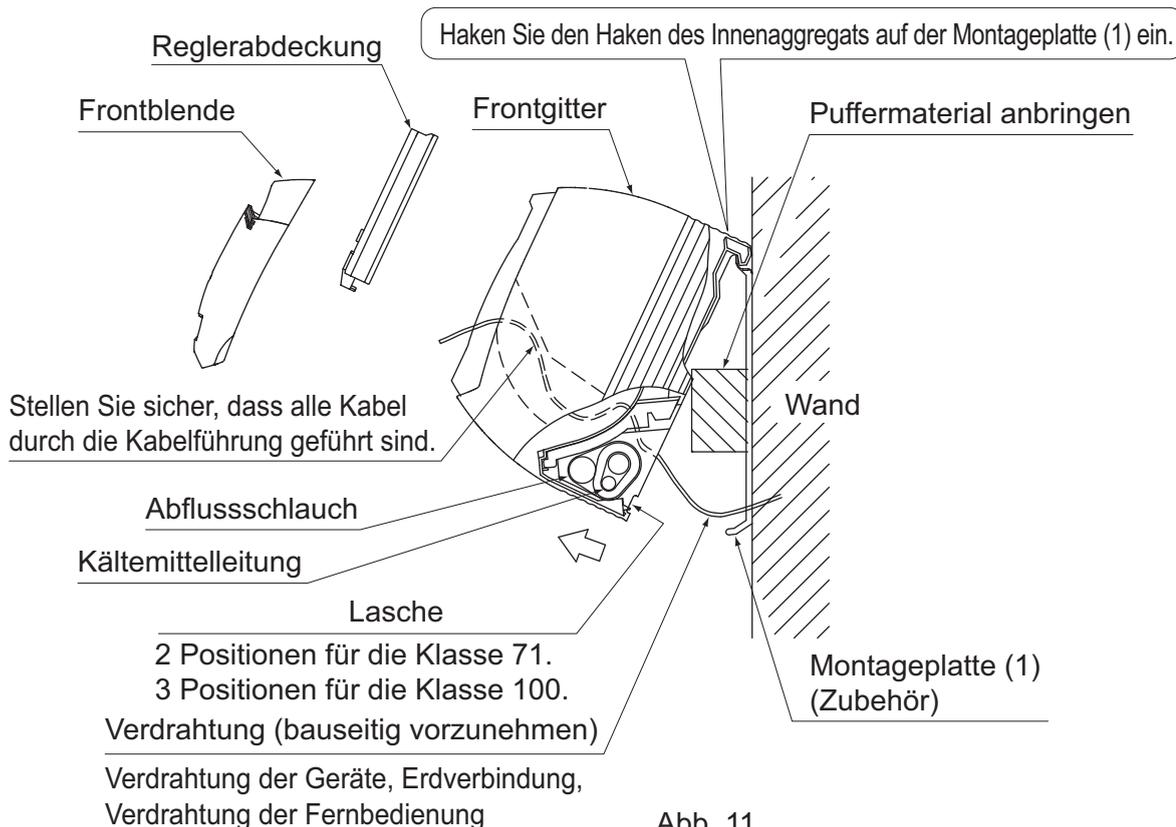

Abb. 11
### (4) Haken Sie das Innengerät auf der Installationsplatte ein. (Siehe Abb. 11)
(7) Drücken Sie mit beiden Händen auf beide Unterkanten des Innengeräts und haken Sie die Lasche auf der Rückseite des Innengeräts auf der Installationsplatte (1) ein. (Siehe Abb. 11)
- Entfernen Sie jetzt das in Schritt (3) angebrachte Puffermaterial.